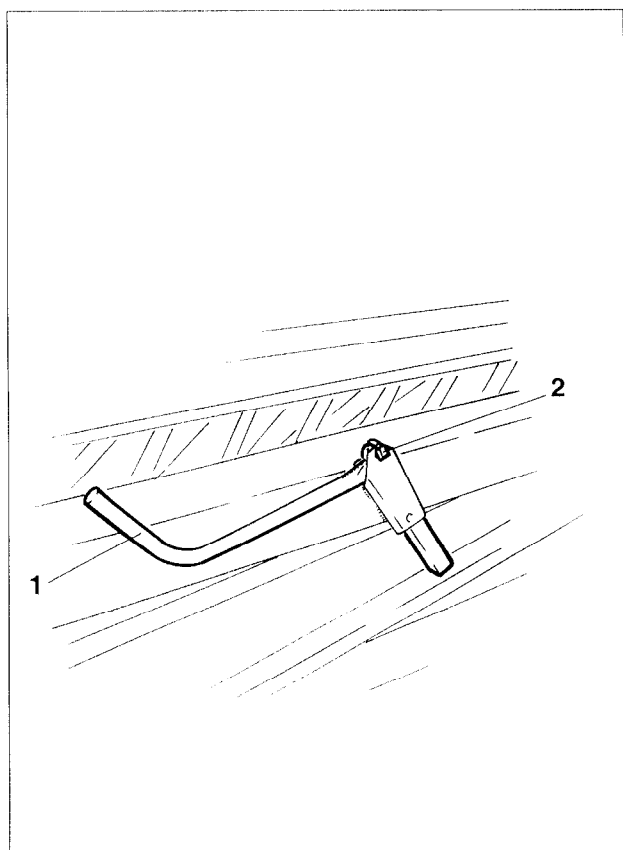

Fig. 8.5
- Abdrehkurbel zur Hand nehmen. Die Abdrehkurbel (Fig. 8.5/1) steckt in einer Halterung vorne rechts unter dem Saatkasten und ist mit einem Klappstecker (Fig. 8.5/2) gesichert.